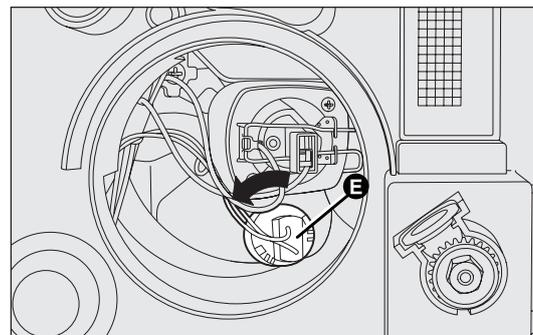

fig. 155
- ruotare in senso antiorario il portalamпада E-fig. 155 ed estrarlo;